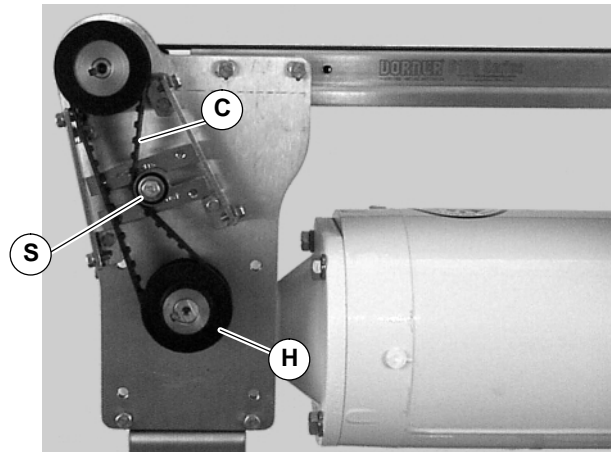

Abbildung 25
2. Spannvorrichtung (S siehe Abbildung 25) lösen.